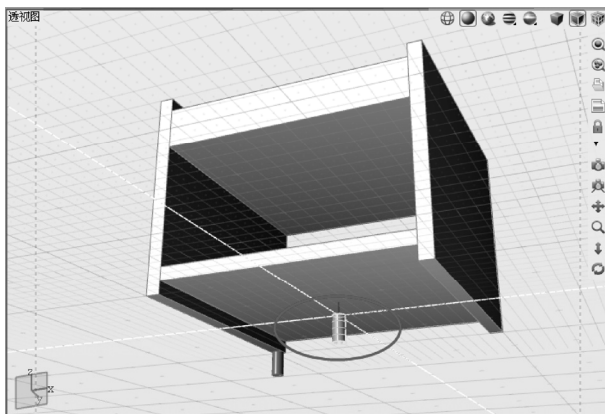

图 5-12 调整柱体高度为-2cm
7) 选择位于中心的柱体源对象，切换到“编辑参数”模式，在控制面板中将高度值调整为-2cm，获得结果如图 5-12 所示。